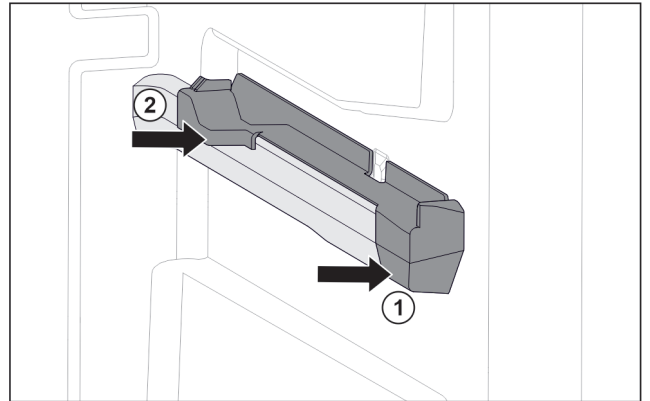

Fig. 119 Insteekelament op rechter containerrib
- ▶ Insteekelament voor tegen containerrib plaatsen. Fig. 119 (1)
- ▶ Insteekelament achter aandrukken. Fig. 119 (2)